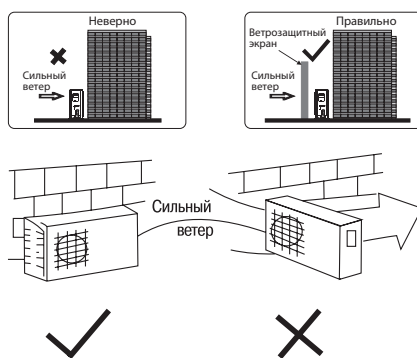

Рис. 14
- Если блок будет располагаться в условиях сильного ветра, то установите его так, чтобы выход воздуха был под углом 90° к направлению ветра. При необходимости установите защитный экран, как показано на рис. 14.